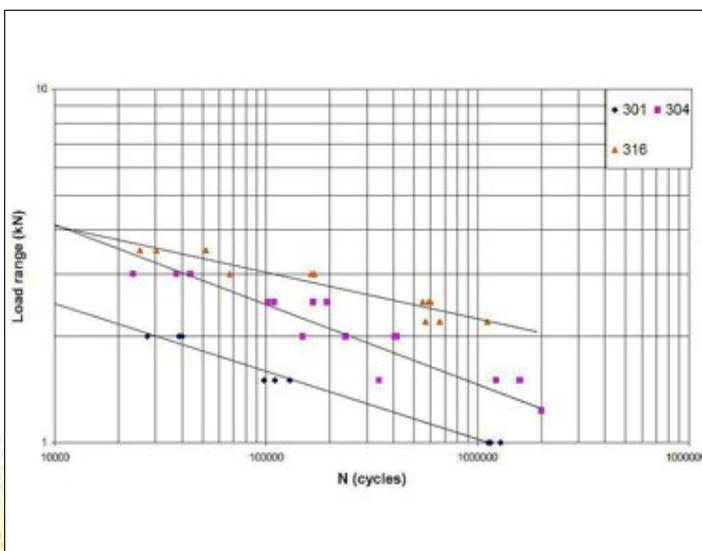

Figure 5: Courbes de Wöhler de points clinchés rectangulaires sur trois types d'acier (resp. AISI301, 304 et 316)
- Les propriétés en fatigue du même assemblage, mais avec différents matériaux, peuvent être très différentes. On le voit à la Figure 5 pour trois aciers inoxydables.